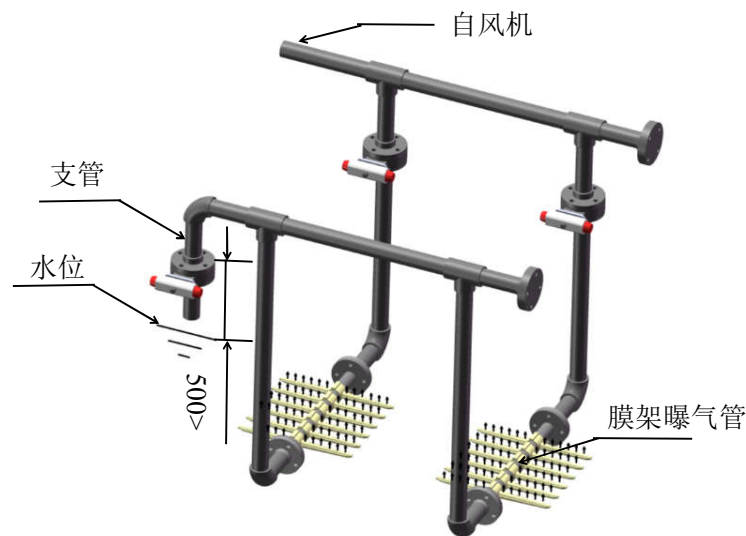

图 2-11 曝气管的配置
2. 须在液位以上 500mm 的范围内设置曝气管清洗用分支管路和阀门, 根据控制要求, 配备手动或自动阀门, 见图 2-11;